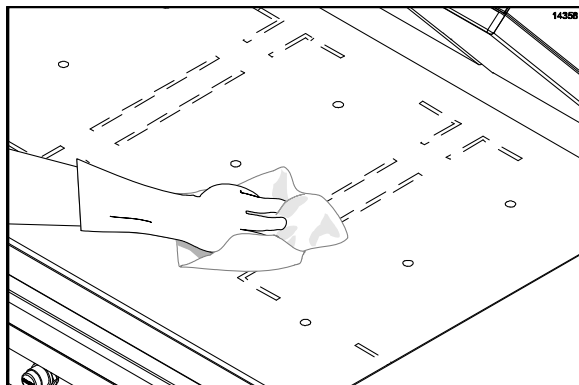

Рисунок 60
43. С помощью чистой тряпки, пропитанной в дезинфекционном растворе, вытрите нижнюю плиту гриля. Выполняйте эти действия до тех пор, пока не будут устранены все видимые остатки грязи. (См. рис. 60)